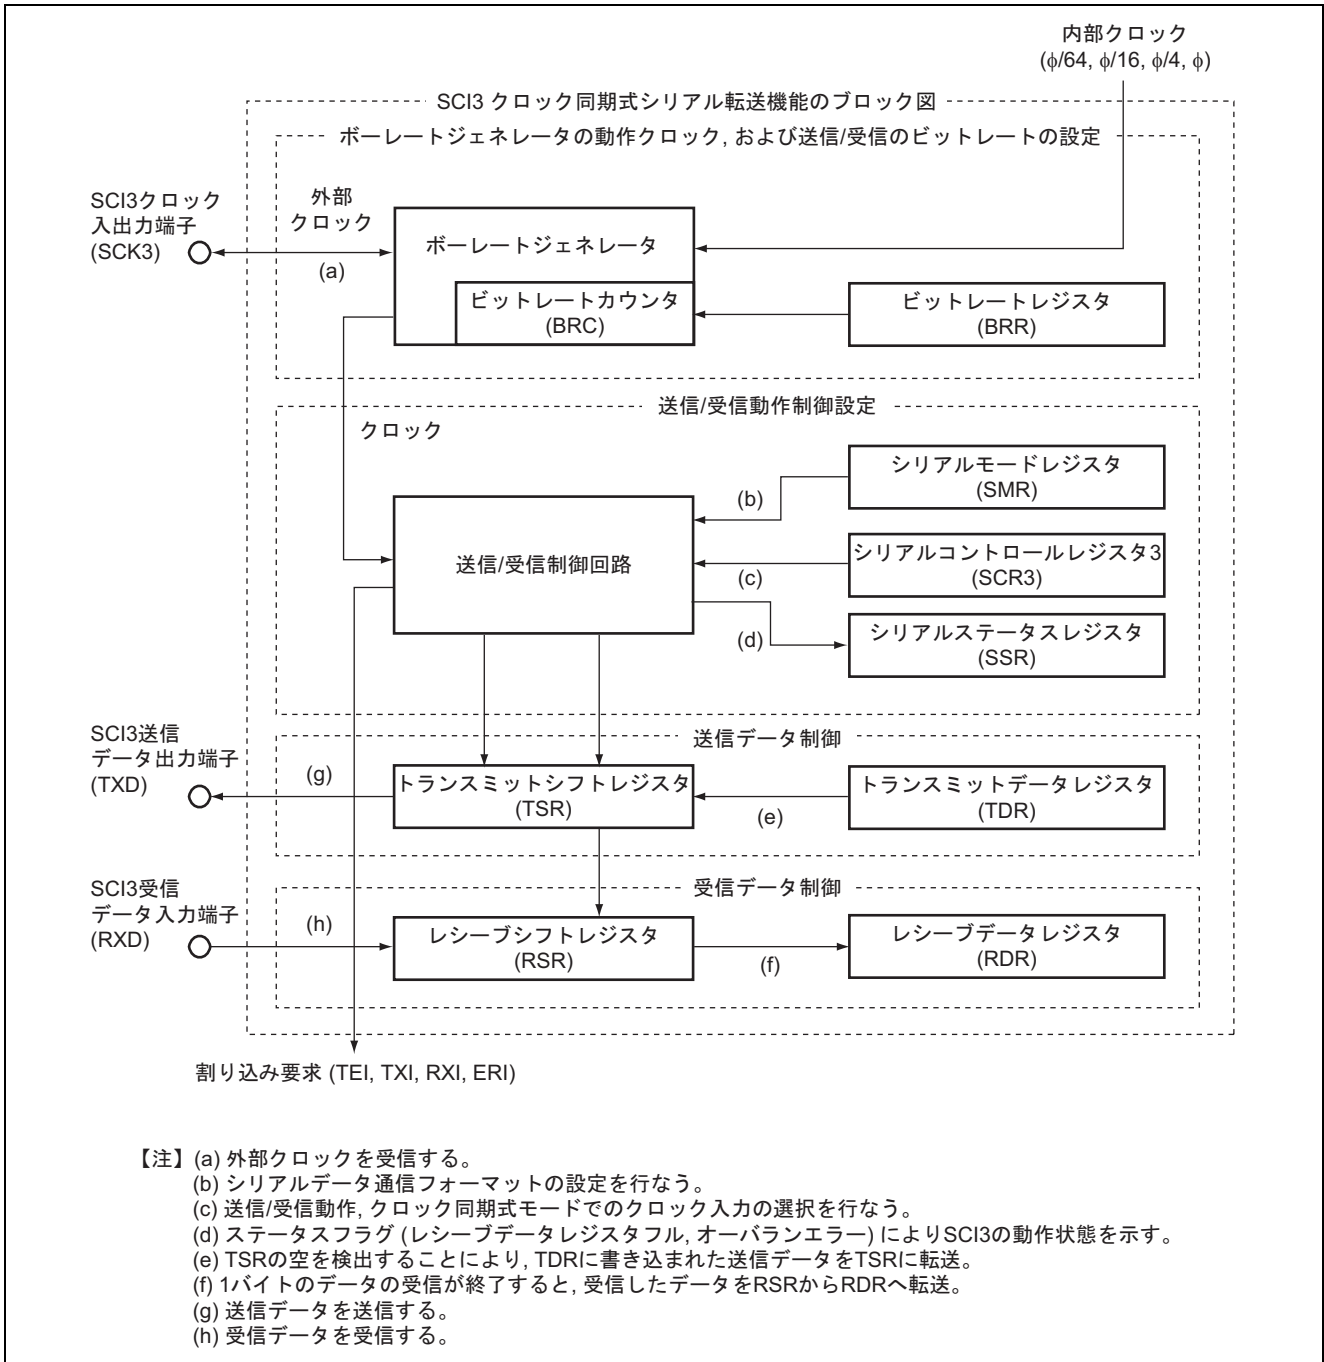

図2 クロック同期式シリアルデータ受信のブロック図
1. 本タスク例では、シリアルコミュニケーションインタフェース (SCI : Serial Communication Interface) を使用して、クロック同期式のシリアルデータの受信を行ないます。図 2 にクロック同期式シリアルデータ受信のブロック図を示します。以下にクロック同期式シリアルデータ受信のブロック図について説明します。